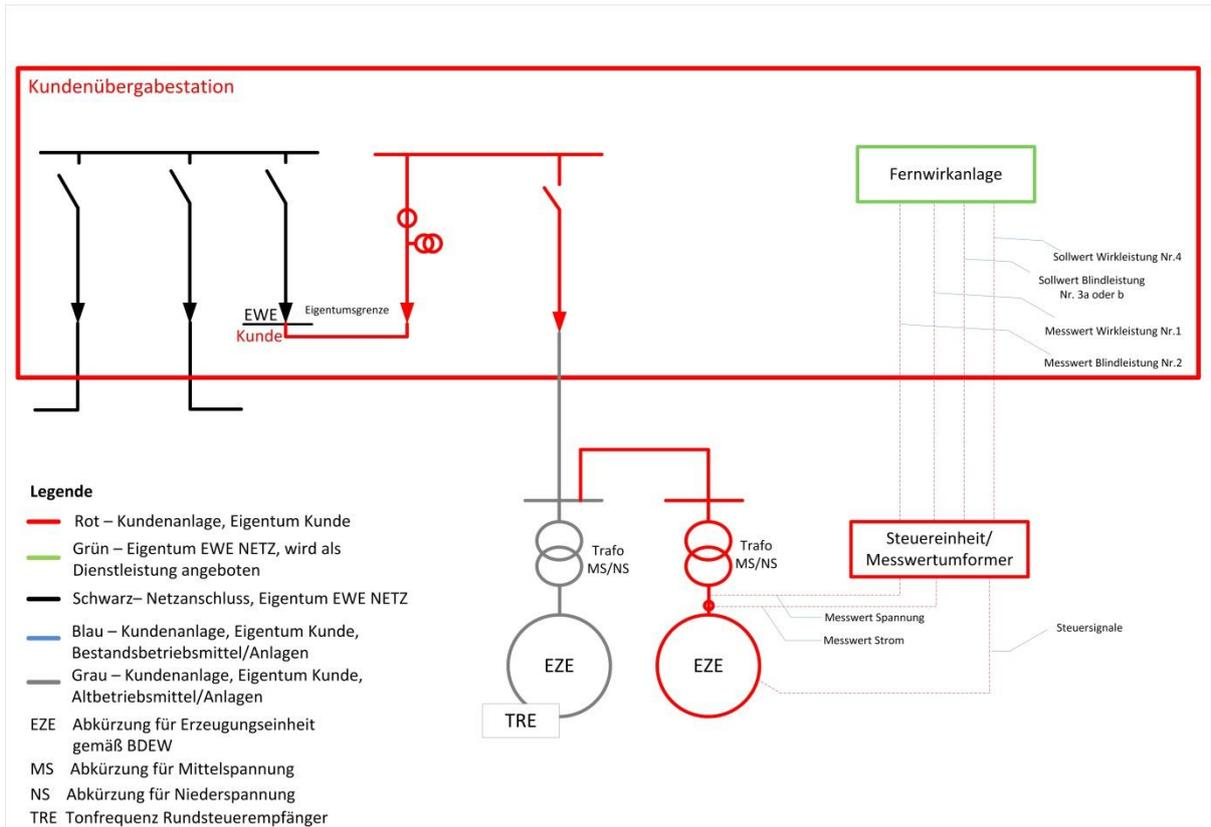

Bild 17: Signalübertragung bei einer Erweiterung einer Altanlage mit einem oder zwei Energiearten
**Hinweis Bild 17:** Mit diesem Regelkonzept wird nicht die Anforderung - Regelung mit Bezugspunkt am Netzanschlusspunkt - erfüllt. Bei einer zukünftigen Erweiterung oder wesentlichen Veränderung der Erzeugungsanlage kann die Realisierung der Vorgabe Regelung mit Bezugspunkt am Netzanschlusspunkt gefordert werden.